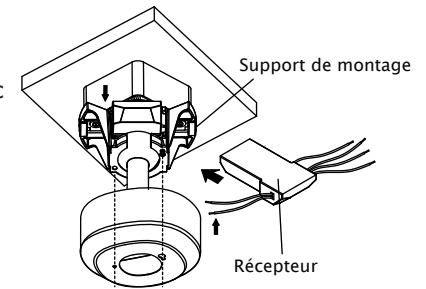

Fig. 15
**Étape 1.** Insérez le récepteur dans le support de montage, et gardez plat en opposition du plafond. (Fig. 15)